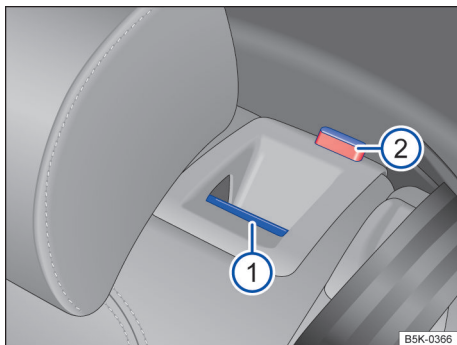

Fig. 68 No encosto do banco traseiro: botão de desbloqueio.
- Puxar o botão de destravamento → Fig. 68 ① para frente e, ao mesmo tempo, rebater o encosto do banco traseiro para frente.
- A respectiva parte de encosto do banco traseiro estará destravada quando a marcação vermelha → Fig. 68 ② estiver visível.
- A marcação vermelha → Fig. 68 ② não pode mais estar visível.